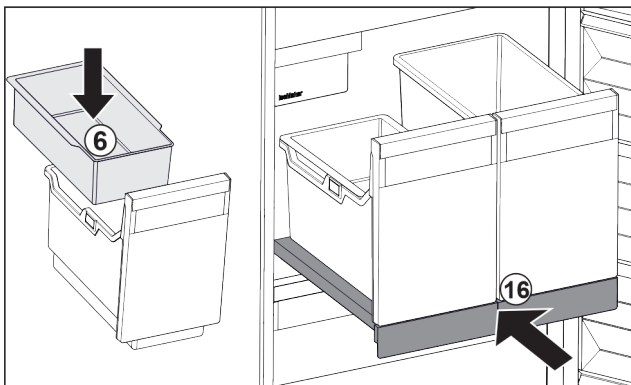

Fig. 32
- ▶ Vložte závesnú miskú Fig. 32 (6) na kocky ľadu.
- ▶ Zasuňte vyťahovaciu poličku s nádobou (IceTower). Fig. 32 (16)